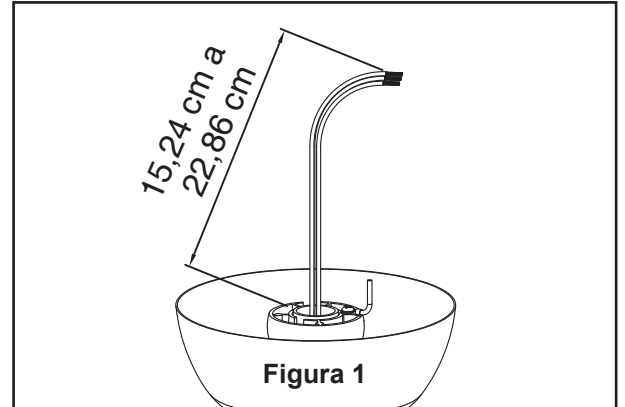

Figura 1
1. Corte el exceso de cable aproximadamente de 15 a 23 cm (6 a 9 pulgadas) por encima de la parte superior del barral. Pele 1,2 cm (1/2 ") del aislamiento en cada extremo del cable. (Figura 1)